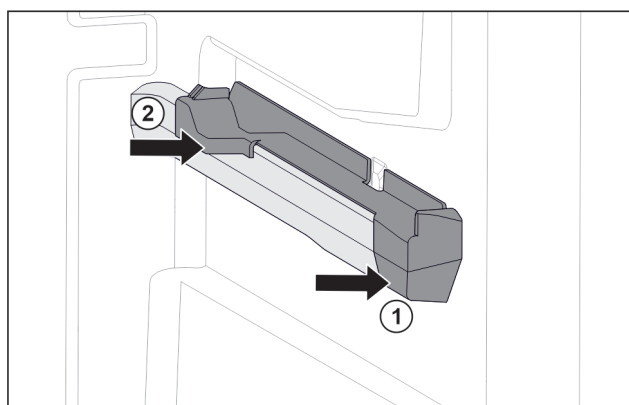

Fig. 108 Nasazovací díl na pravém žebrování na nádoby
- ▶ Nasadte nasazovací díl na žebrování na nádoby. *Fig. 108 (1)*
- ▶ Přitlačte nasazovací díl k zadní části. *Fig. 108 (2)*